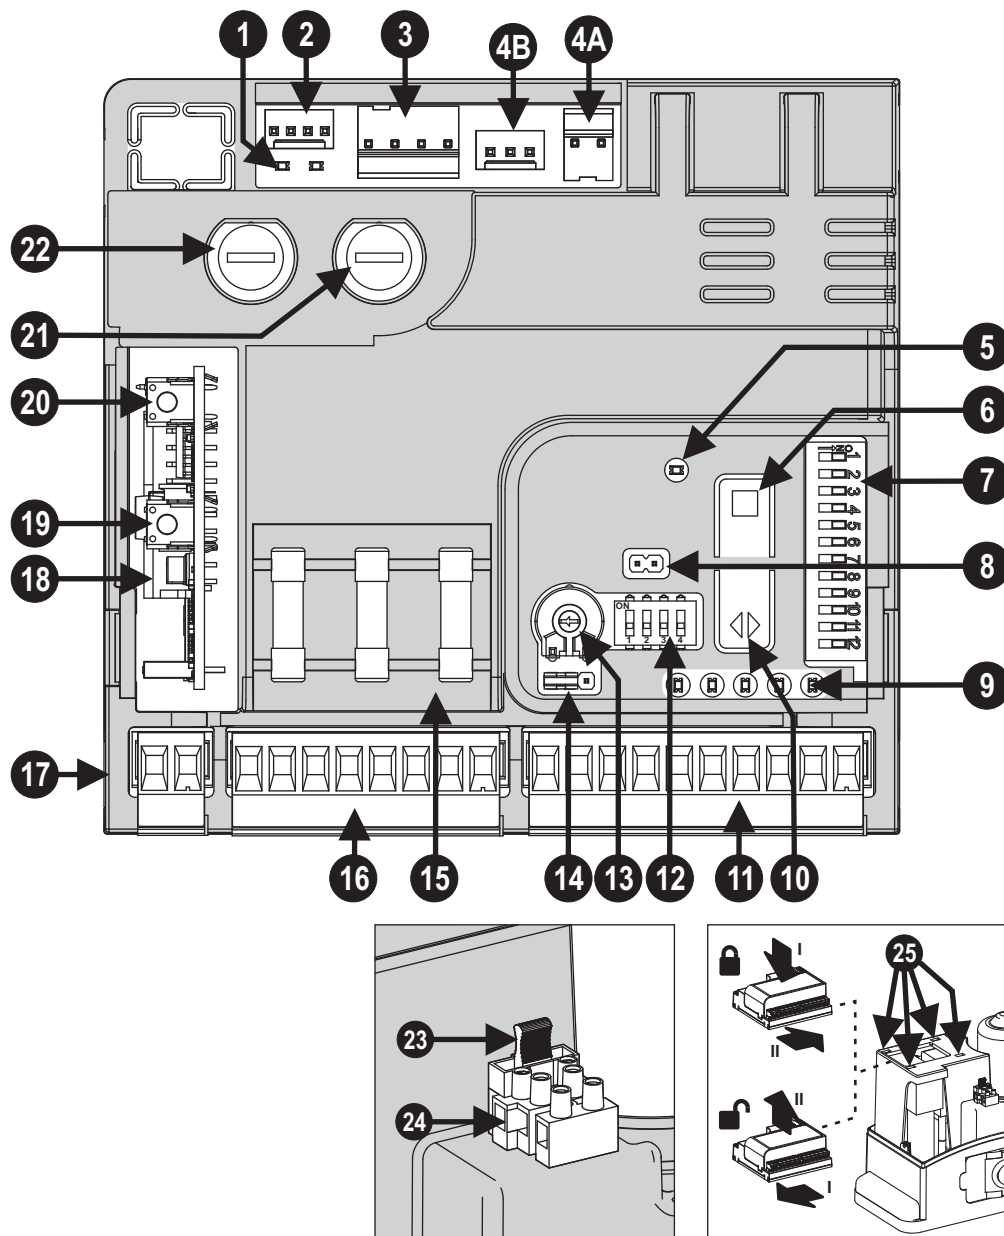

Bild 1. Ansicht der Hauptplatte des Steuergerätes SWIFT624-CB, mit Markierung der wichtigen Elemente
Die Hauptplatte des Steuergerätes (Bild 1) ist mit einem Netzgerät, einem Betätigungssystem an spezialistischen Relais und mit Anschlüssen für die Versorgungsspannung, den Stellmotor sowie die Sicherungs-, Steuer- und Signalelemente ausgerüstet. Außerdem besitzt sie ein mikroprozessorgestütztes Steuerungssystem. Die anliegende Versorgungsspannung wird durch leuchtende LED-Diode signalisiert.
4.3.1. Anschlussstelle für den Motor (4A, Bild 1)
4.3.2. Anschlussstelle für den Endschalter (2, Bild 1)
Die Klemmen dienen zum Anschluss des eingebauten Endschalters. Die Magnete, die mit dem Schalter zusammenarbeiten, besitzen verschiedene Polarisierung. Vor der Programmierung ist manuell eine Bewegung des Tores auszuführen und sicherzustellen, dass der Schalter die Endpositionen des Tores richtig interpretiert (Tor geschlossen – Diode FCC gelöscht, Tor geöffnet – Diode FCA gelöscht; 16 Bild 1) Wenn der Schalter umgekehrt funktioniert, sind die Magnete um 180 Grad nach vorheriger Entfernung der Abdeckungen umzukehren – Schnappverschluss im oberen Teil des Magnets. Der Magnet mit Markierung (weißer Streifen), die in Richtung des Schalters gerichtet ist, aktiviert den FCC-Schalter (geschlossen) und der Magnet mit Markierung, die in Richtung des Halters gerichtet ist, aktiviert den FCA-Schalter (geöffnet).
4.3.3. Anschlussstelle für den Transformator (3, Bild 1)
4.3.4. Anschlussstelle für den Motor-Encoder (4B, Bild 1)
4.3.11. Klemmen für den Anschluss der Sicherheitsvorrichtungen BSC, BSA (13,14, Bild 1)
4.3.17. Anschluss der Rundfunkkarte TRX und Klemmen zum Anschluss der Rundfunkantenne (14, Bild 1)
Nach dem Einschalten der Einspeisung des Steuergerätes erfolgt automatisch der Übergang zum BETRIEBSMODUS. Im Betriebsmodus wird der laufende Status der Eingänge mithilfe der LED-Dioden signalisiert (9, Bild 1).
Die Programmierung erfolgt mithilfe der LED-Diode LD1 und der Tasten PROG./STOP und P/P, die sich auf der Platte des Steuergerätes (6,10 Bild 1) befinden, der Gruppe von Mikroschaltern DIP-SWITCH (11 Bild 1) und des Potentiometers TR1 (13 Bild 1). Die Steuerzentrale lernt die Betriebs- und Pausenzeiten während des Programmierverfahrens. Das Programmierverfahren umfasst die sich wiederholenden Operationen mithilfe der P/P-Taste oder der Fernbedienung, wenn diese hinzugefügt wurde.